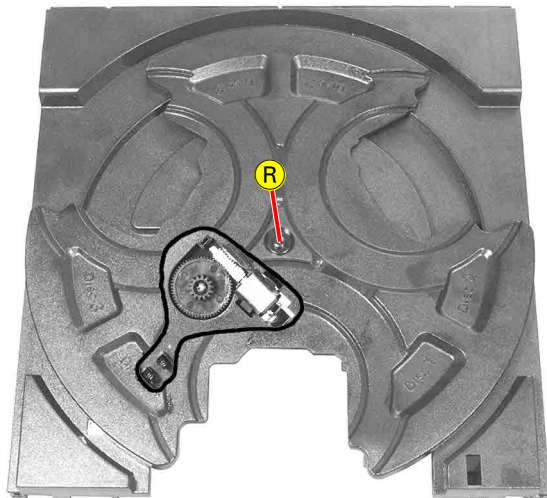

Fig. 14
- Schraube **R** (Fig. 14) herausdrehen.
- Undo screw **R** (Fig. 14).